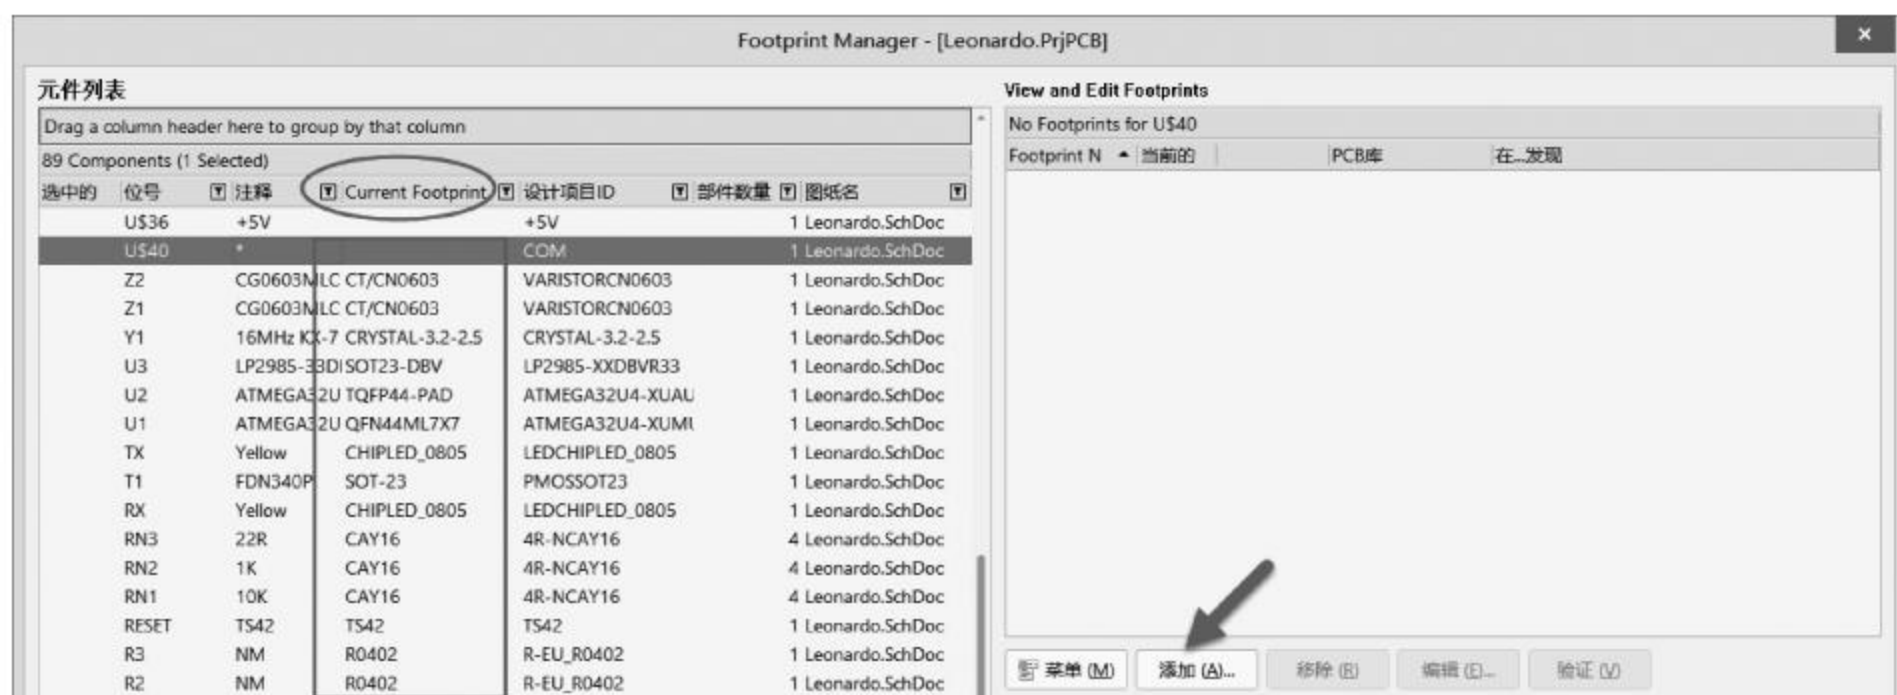

图 3-67 封装管理器
(2) 如图 3-67 所示,封装管理器元件列表中 Current Footprint 一栏展示的是元件当前的封装;若元件没有封装,则对应的 Current Footprint 一栏为空,可以单击右侧“添加”按钮添加新的封装。